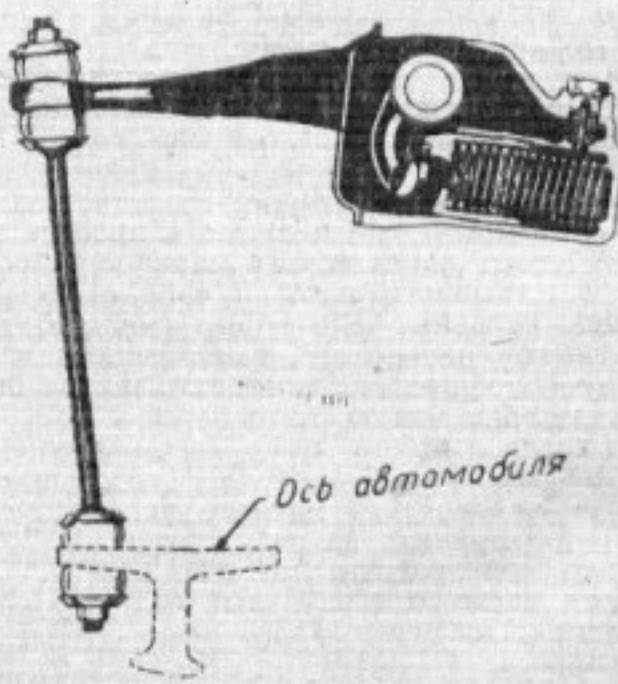

Рис. 3. Амортизатор при неподвижном автомобиле. Оба клапана закрыты
1. На рис. 3 показан амортизатор, установленный на автомобиле, когда последний не движется. Оба клапана — рабочий и обратный — закрыты. Избыточное давление в рабочем цилиндре амортизатора отсутствует.